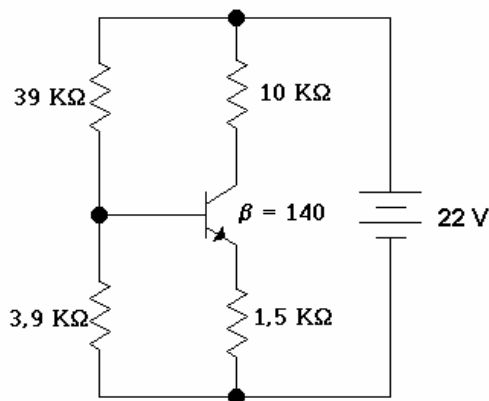

Figura 3
Determinar o ponto Quiescente (Q) e a reta de carga para a configuração da figura 3.